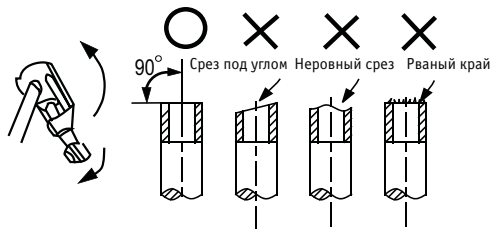

Рис. 18
- Обрежьте трубу труборезом (см. рис. 18).